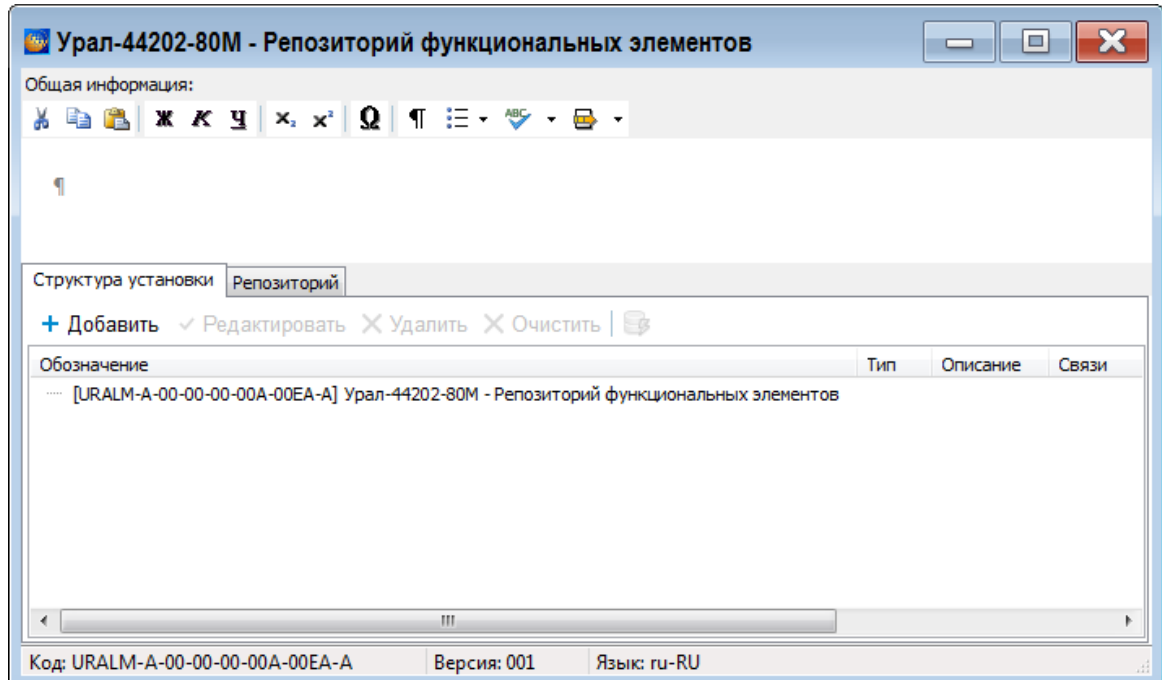

Рисунок 696
2) Выберите версию МД и нажмите на кнопку  **Редактировать**. При этом откроется окно редактора (рисунок 696).